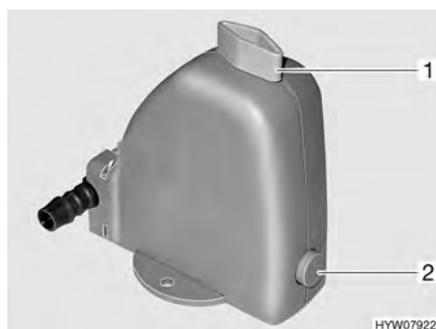

Fig. 177 Valve de sécurité et de vidange du chauffe-eau
Le chauffe-eau est équipé d'une valve de sécurité et de vidange (Fig. 177). La valve de sécurité et de vidange empêche que l'eau ne gèle dans le chauffe-eau lorsque le chauffage n'est pas allumé en cas de gel.
- Fermer la valve de sécurité et de vidange. Tourner pour cela le bouton rotatif (Fig. 177,1) dans le sens transversal par rapport à la valve de sécurité et de vidange et enfoncer le bouton-poussoir (Fig. 177,2).
- Ouvrir la valve de sécurité et de vidange. Tourner le bouton rotatif (Fig. 177,1) dans le sens longitudinal par rapport à la valve de sécurité et de vidange. Le bouton-poussoir (Fig. 177,2) ressort. Le chauffe-eau est vidé à l'extérieur par le biais de la valve de sécurité et de vidange.